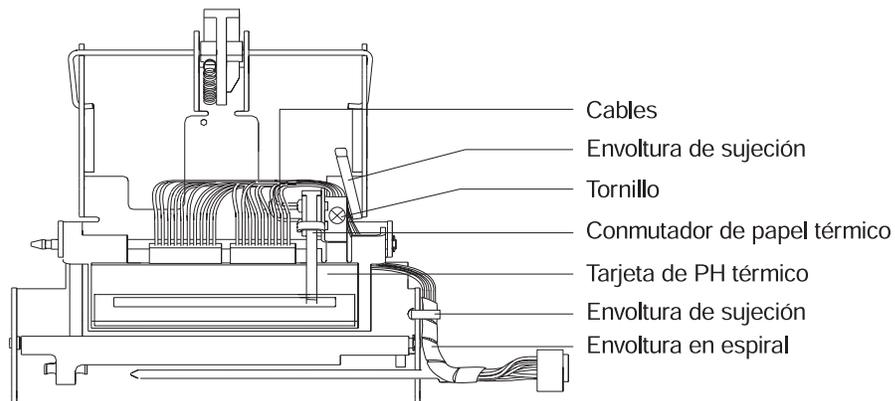

Figura 5-7. Ajuste del conmutador de papel térmico
1. Afloje el tornillo de montaje de las piezas de sujeción hasta que el conmutador y el conjunto de piezas de sujeción entren holgadamente en la ranura de la pieza de sujeción de montaje del conmutador. Consulte la Figura 5-7.